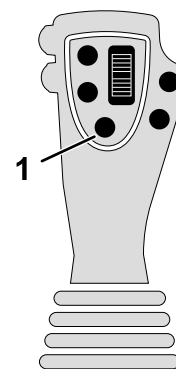
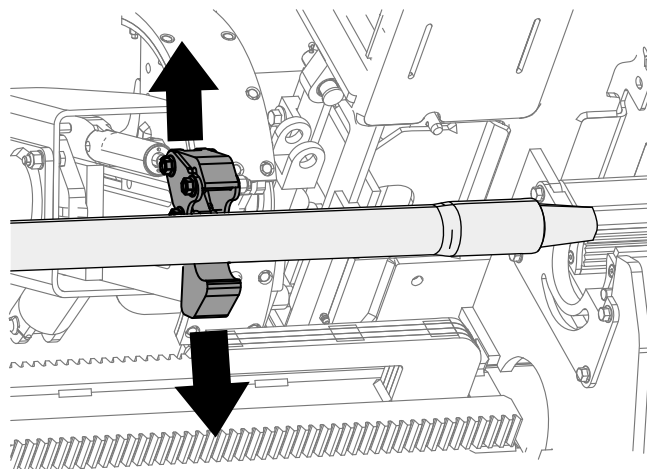

Figure 36
Figure 37
10. Maintenez le bouton inférieur gauche enfoncé sur le levier de commande gauche (Figure 36) pour libérer la tige (Figure 37), puis relâchez le bouton.